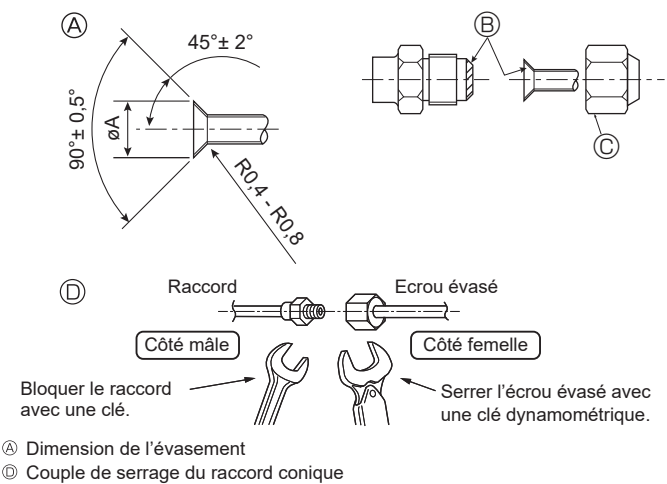

Fig. 4-6
Ⓐ (Fig. 4-6)
Ⓓ (Fig. 4-6)
4.4. Connexion des tuyaux (Fig. 4-6)